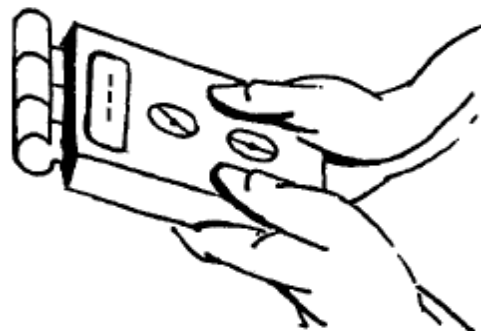

Fig. 1
Legen Sie den oberen Schalter von OFF zu SETTINGS CHECK um. Die Diode WOOD wird aufleuchten. Der LCD Bildschirm wird die Dichte und Stärke anzeigen, die bei vorangegangenen Messungen voreingestellt wurden. (z.B. 0.56 und 42). Halten Sie das Gerät in die Luft (Fig. 1), legen Sie den oberen Kontrollschalter
- halten Sie das Gerät in die Luft (Fig. 1) und legen Sie den oberen Schalter um zu MEASURE. Das Gerät wird sich automatisch kalibrieren. (das Display zeigt - - -) an. Das Ende der Messung wird mit der Nummer 4.0 (dem unteren Messbereich) angezeigt.
Legen Sie den oberen Schalter von OFF zu SETTINGS CHECK um. Die Diode BUILD.MAT wird aufleuchten. Der LCD Bildschirm wird die Dichte und Stärke anzeigen, die bei vorangegangenen Messungen voreingestellt wurden. (z.B. 1.6 und 50). Halten Sie das Gerät in die Luft (Fig. 1), legen Sie den oberen Kontrollschalter zu MEASURE um. Das Gerät wird sich automatisch kalibrieren. (das Display zeigt - - -). Das Ende der Kalibrierung wird mit der Nummer 00.0 auf dem LCD angezeigt (der untere Messbereich).